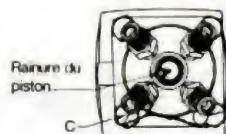

Fig. 17.
- Tourner le pignon de la pompe afin d'amener la rainure du piston en face d'un raccord de sortie HP déterminé (raccord de sortie C par exemple) (fig. 17).
- Contrôler que la rainure de distribution du piston est orientée vers la sortie H.P. correspondante (C par exemple) (fig. 17).